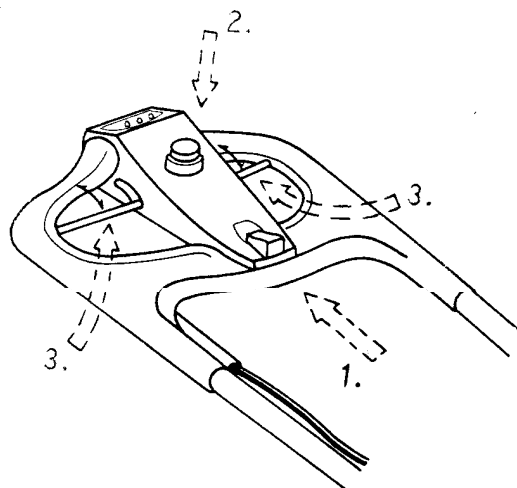

Fig. 16
2. Pour démarrer, appuyez d'abord sur le bouton (1), ensuite pressez le levier de contrôle de présence de l'opérateur (2). Lâchez le starter lorsque le moteur démarre tout en maintenant le levier de contrôle de présence de l'opérateur. Figure 16.